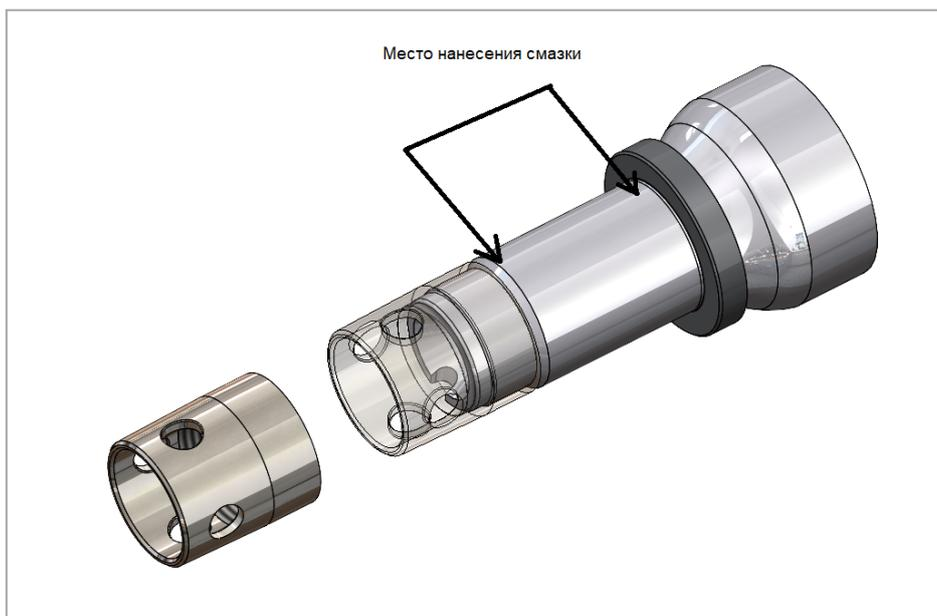

Рис. 9.1. Место нанесение смазки.
2) Нанесите тонкий слой антифреттинговой смазки 85% на цапфу, остаток 15% используйте ближе к упорному кольцу (рис. 9.1).